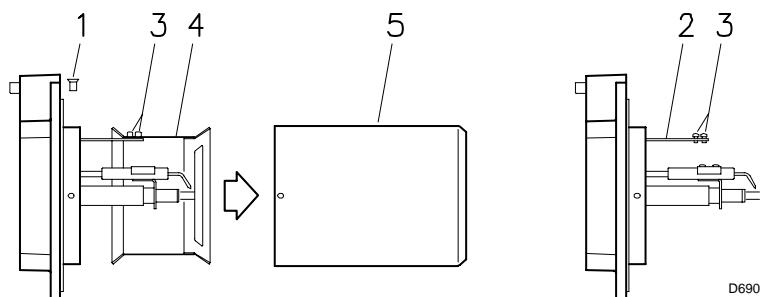

图 8
5.5 固定燃烧器到锅炉上 (图 8)
- 拧下螺栓 1) (图 8)，并拆下燃烧筒 5)